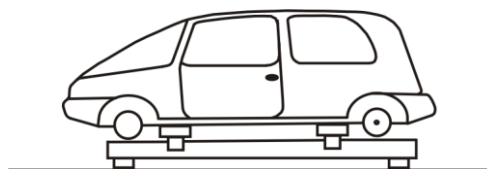

Рисунок 15
8.11. Опустите раму стэнда на пол. Убедитесь, что все зажимы встали на намеченные места, затяните гайки крепления губок и зажимов к кронштейнам (Рисунок 15).